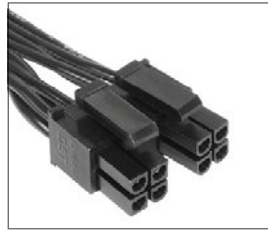

Abb. 2: 4+4-pol. CPU-Anschluss
2. Sollte Ihr Mainboard über einen zusätzlichen 4-pol. bzw. 4+4 pol. CPU-Anschluss verfügen, verbinden Sie den Stecker mit der Buchse auf dem Mainboard (Abb. 2).